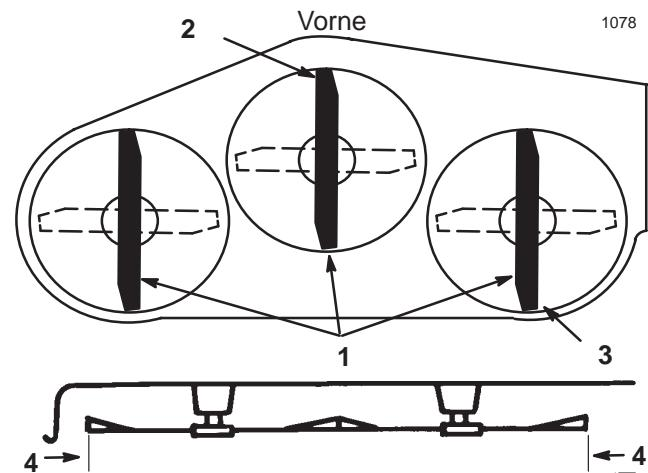

Bild 42
7. Stellen Sie die Schnithöhe auf 76 mm und drehen Sie die Messer vorsichtig, so dass sie in Längsrichtung zeigen (Bild 42).
8. Messen Sie zwischen der Messerspitze vorne und hinten und der ebenen Fläche (Bild 42). Stellen Sie, wenn die vordere Schnittmesserspitze nicht um 1,6–7,9 mm tiefer liegt als die hintere, die vorderen Drehzapfenstangen ein.
- Befestigen Sie, nachdem Sie beide Jochs der Drehzapfenstangen gleichmäßig eingestellt haben, die Jochs mit den Splints. Kontrollieren Sie noch einmal die Neigung von vorne nach hinten. Stellen Sie die Jochs so lange ein, bis die vordere Schnittmesserspitze um 1,6–7,9 mm tiefer liegt als die hintere Spitze (Bild 42).